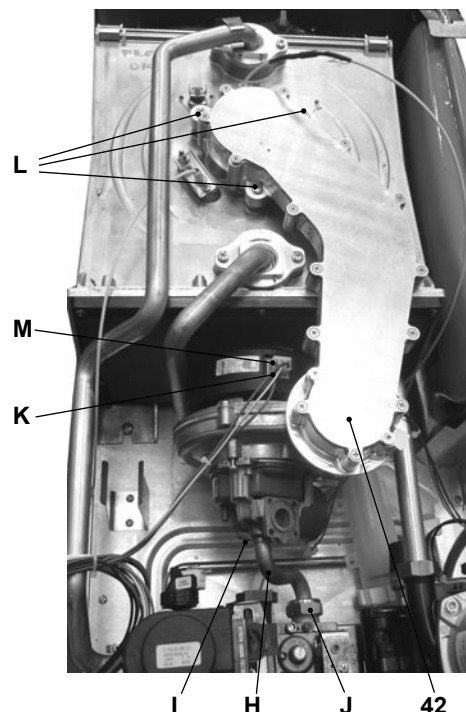

Figura 9.8
Extracción de grupo quemador-ventilador en la Figura 9.8
- Introduzca un destornillador plano en el entrante K del conector M y haga palanca hacia abajo. Al mismo tiempo desconecte el conector M tirando de él de frente (Figura 9.8)
- Desenrosque los tornillos L y extraiga el grupo quemador-ventilador 42 (Figura 9.8)